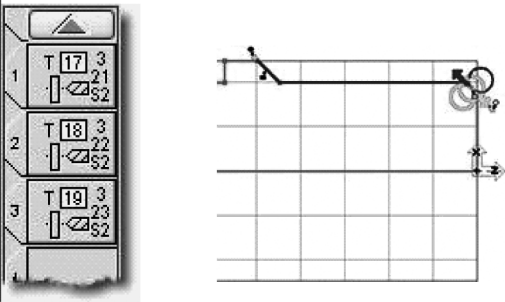

图 7-45 设置加工标记
- 3) 设置加工标记并生成刀具路径，如图 7-45 所示。